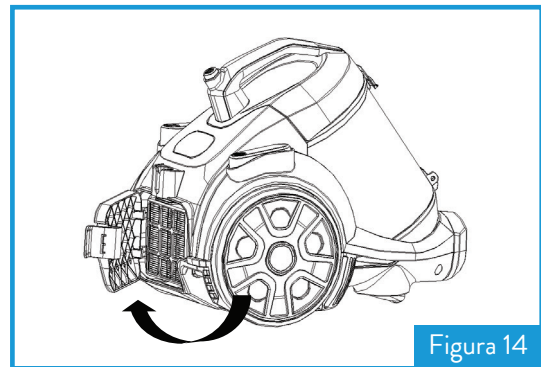

Figura 14
1. Como muestra la figura 14, presione la traba de la rejilla de salida para abrirla.